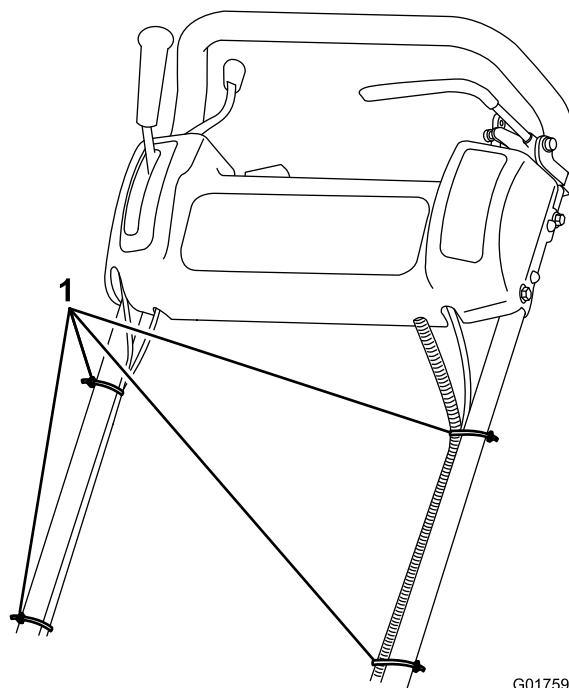

図 4
7. ケーブルタイを使って、ケーブルとワイヤハーネスをハンドルに固定する図 4。